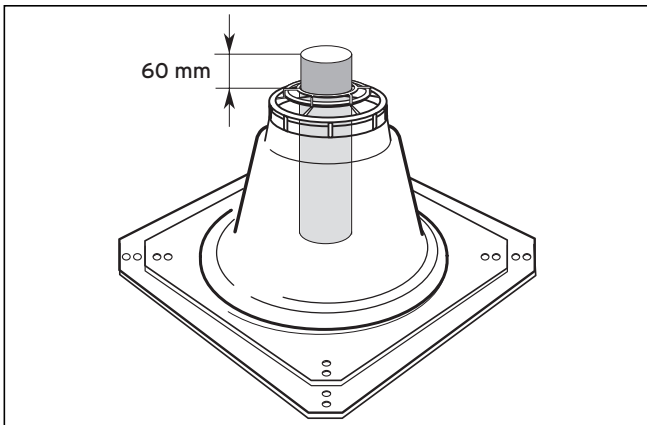

Abb. 4.81 Länge des oberen Abgasrohrs
- Kontrolle: Über dem Fuß des Schachtaufsatzes (**13**) müssen 60 mm überstehen (→ **Abb. 4.81**).